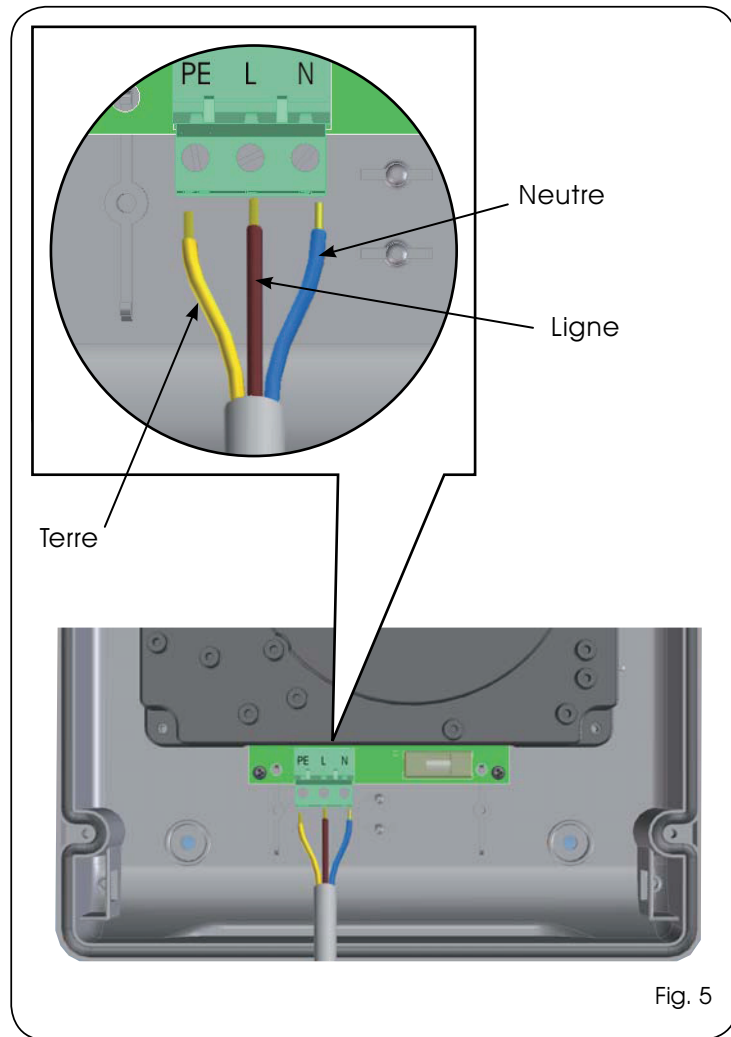

Fig. 5
Brancher le câble d'alimentation sur la platine d'alimentation switching d'après la Fig.5 en s'assurant de la présence en amont d'un interrupteur magnétothermique.
- Connecter le câble de terre à la borne adéquate (voir Fig. 5).